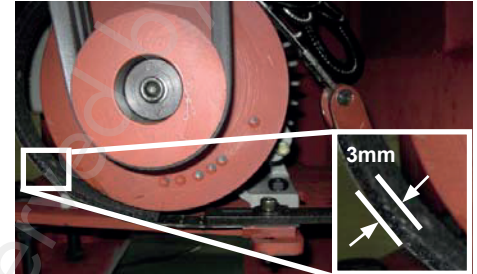

Fig. 91 Épaisseur minimale de la courroie et des garnitures de frein
4. Mesurez la garniture de la courroie de freinage à l'endroit le plus mince, qui est habituellement à la position 8 heures, comme illustré sur la figure 91.